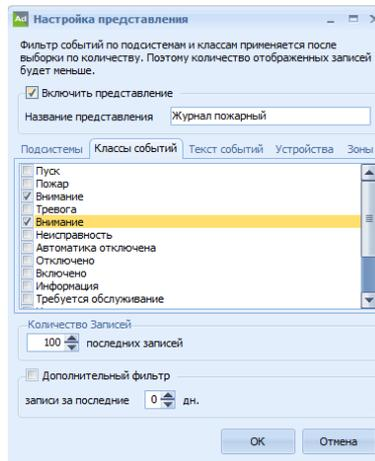

Рисунок 17.14 – Окно «Настройка представления», закладка Классы событий
- В закладке **Текст событий** указать название событий, которые следует включить в журнал (рисунок 17.14).